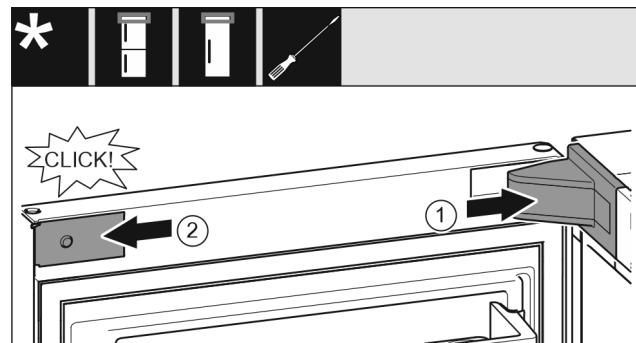

Fig. 20
- ▶ Poser et enclencher le cache du support de palier, l'introduire en appuyant délicatement. *Fig. 20 (1)*
- ▶ Mettre en place le cache latéralement et l'enclencher. *Fig. 20 (2)*